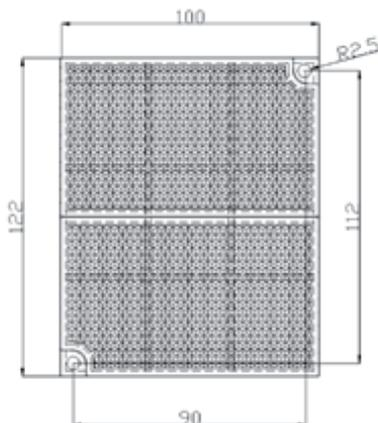
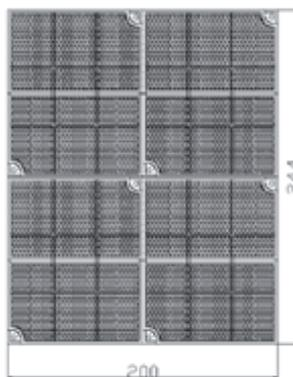

Fig. 11a
Fig. 11b
3) Montando o Refletor: O refletor é montado em uma superfície oposta e alinhados com o detector. Quando a distância entre detector e refletor fica entre 8m e 40m, um refletor é o suficiente. Quando a distância entre eles está entre 40m e 100m, são necessários quatro refletores. Cada refletor é fixado com dois parafusos de  $\varnothing 6$ . Tamanhos da montagem são mostrados na Fig. 11a. Se for necessário instalar quatro refletores eles devem ser montados como mostrado na Fig. 11b.